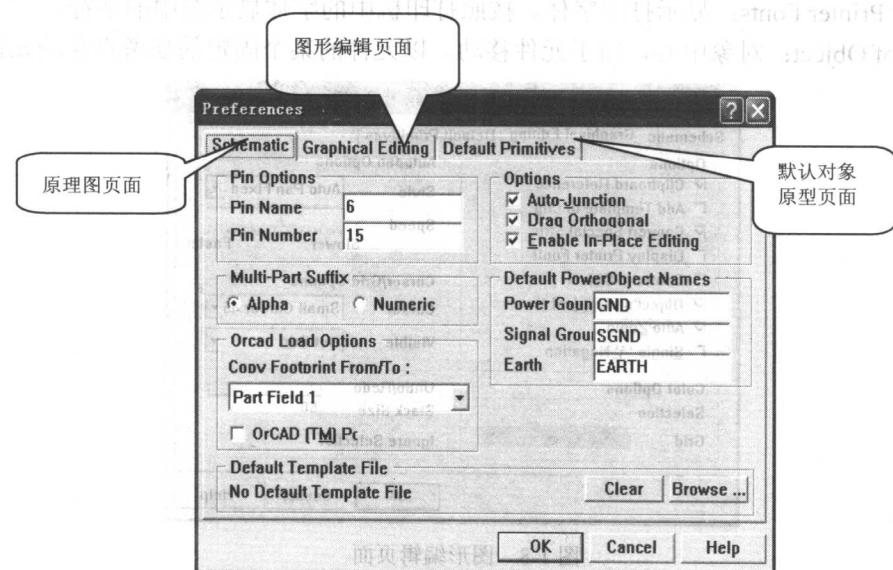

图 1-7 Preferences 对话框
Tool/Preferences 用于设置原理图和图形编辑环境。单击此菜单后，弹出“Preferences”对话框，如图 1-7 所示。
(1) Schematic 页面 (图 1-7)。即原理图页面，有如下设置。
① Pin Options 区域，用于与引脚有关的设置。